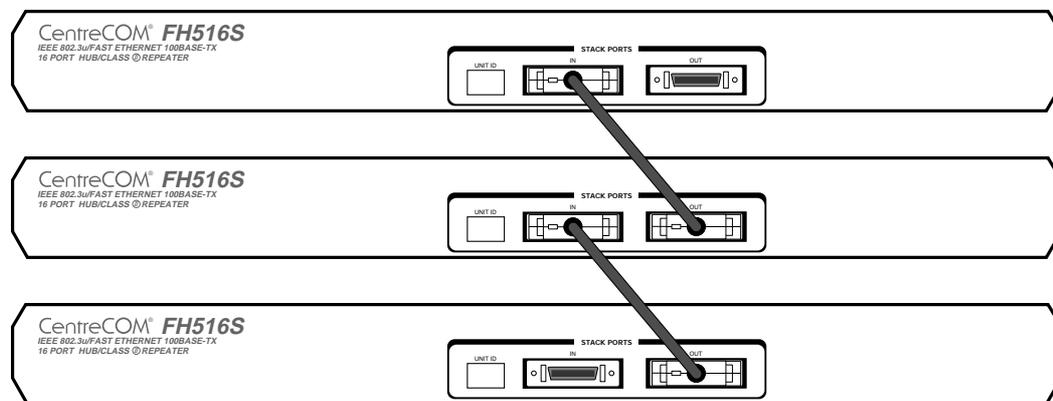

図 2.2.3 FH516S を 3 台接続した例
2. オプションのスタックケーブル(CBL02)を用いて、図 2.2.3 のように上下隣り合わせとなる FH516S 同士を、本体背面のスタックポートの「IN」と「OUT」で接続します。(一方が「IN」の場合は、もう一方が「OUT」に、一方が「OUT」の場合は、もう一方が「IN」となるように接続し、スタック内の FH516S に、この接続作業を繰り返します。)